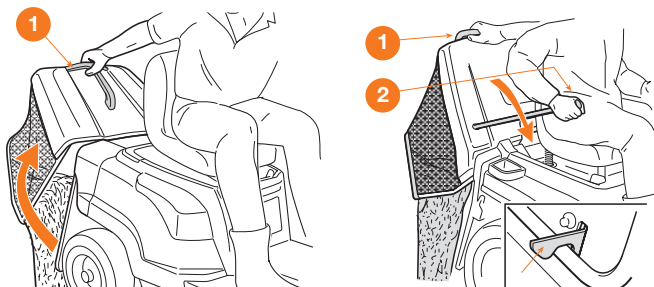

Рис. 15
- Ухватитесь за заднюю ручку **1** или используйте рычаг опрокидывания травосборника **2** и откиньте контейнер для сбора травы, чтобы его опорожнить (Рис. 15).